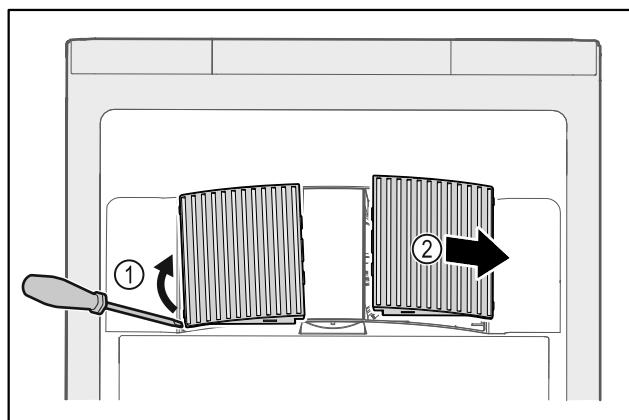

Fig. 47
- ▶ Abrir cuidadosamente las cubiertas del ventilador haciendo palanca por un lado Fig. 47 (1) y retirarlas hacia delante Fig. 47 (2).